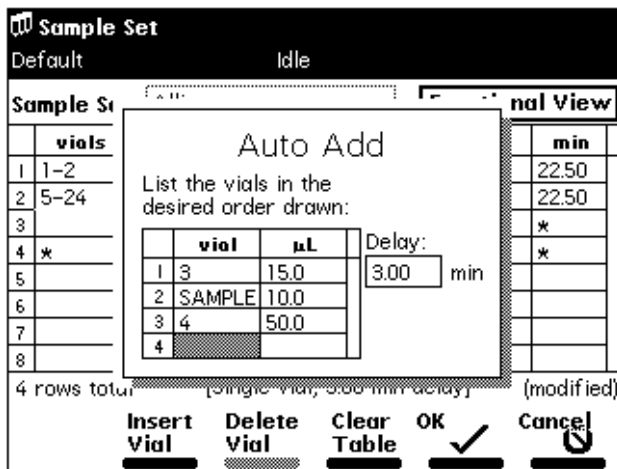

图 6-18 自动添加对话框
1. 从功能的下拉列表中选择 **AutoAdd（自动添加）**，然后按 **Row Details（行详细信息）** 屏幕键以显示 Auto Add（自动添加）对话框（图 6-18）。
在图 6-18 示例中，样品瓶 3 和 4 是可与样品瓶中的化合物起反应的“试剂”。在图 6-19 中，样品瓶 25 到 30 是用于 Auto Add（自动添加）的样品瓶。“分离单元”分别从样品瓶 3、25 和 4 中抽取 15  $\mu\text{L}$ 、10  $\mu\text{L}$  和 50  $\mu\text{L}$ ，然后在开始进样前将这三个等分样品在样品定量环中保存指定的 3.00 分钟。对样品瓶 26 到 30 重复此过程。